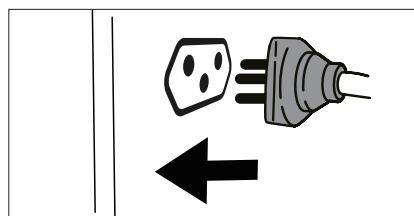

Fig. 04
3. Conecte o cabo de alimentação na tomada do painel do gerador [Fig. 04].